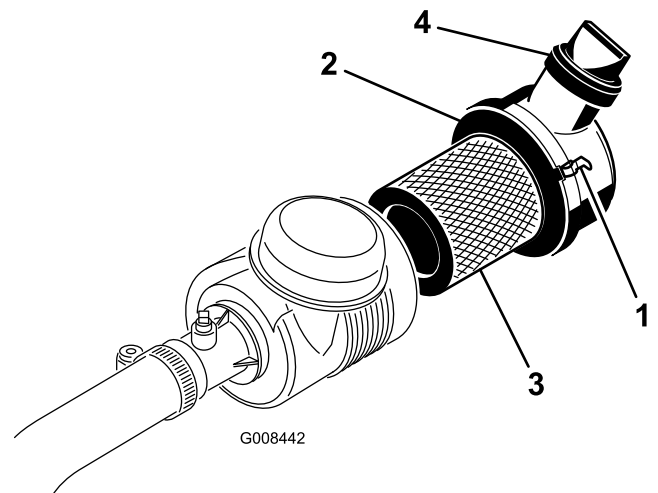

Figure 32
1. Desserrez les fixations qui maintiennent le couvercle sur le boîtier du filtre à air (Figure 32).
7. Vérifiez que les attaches fixent bien le couvercle au boîtier (Figure 32).